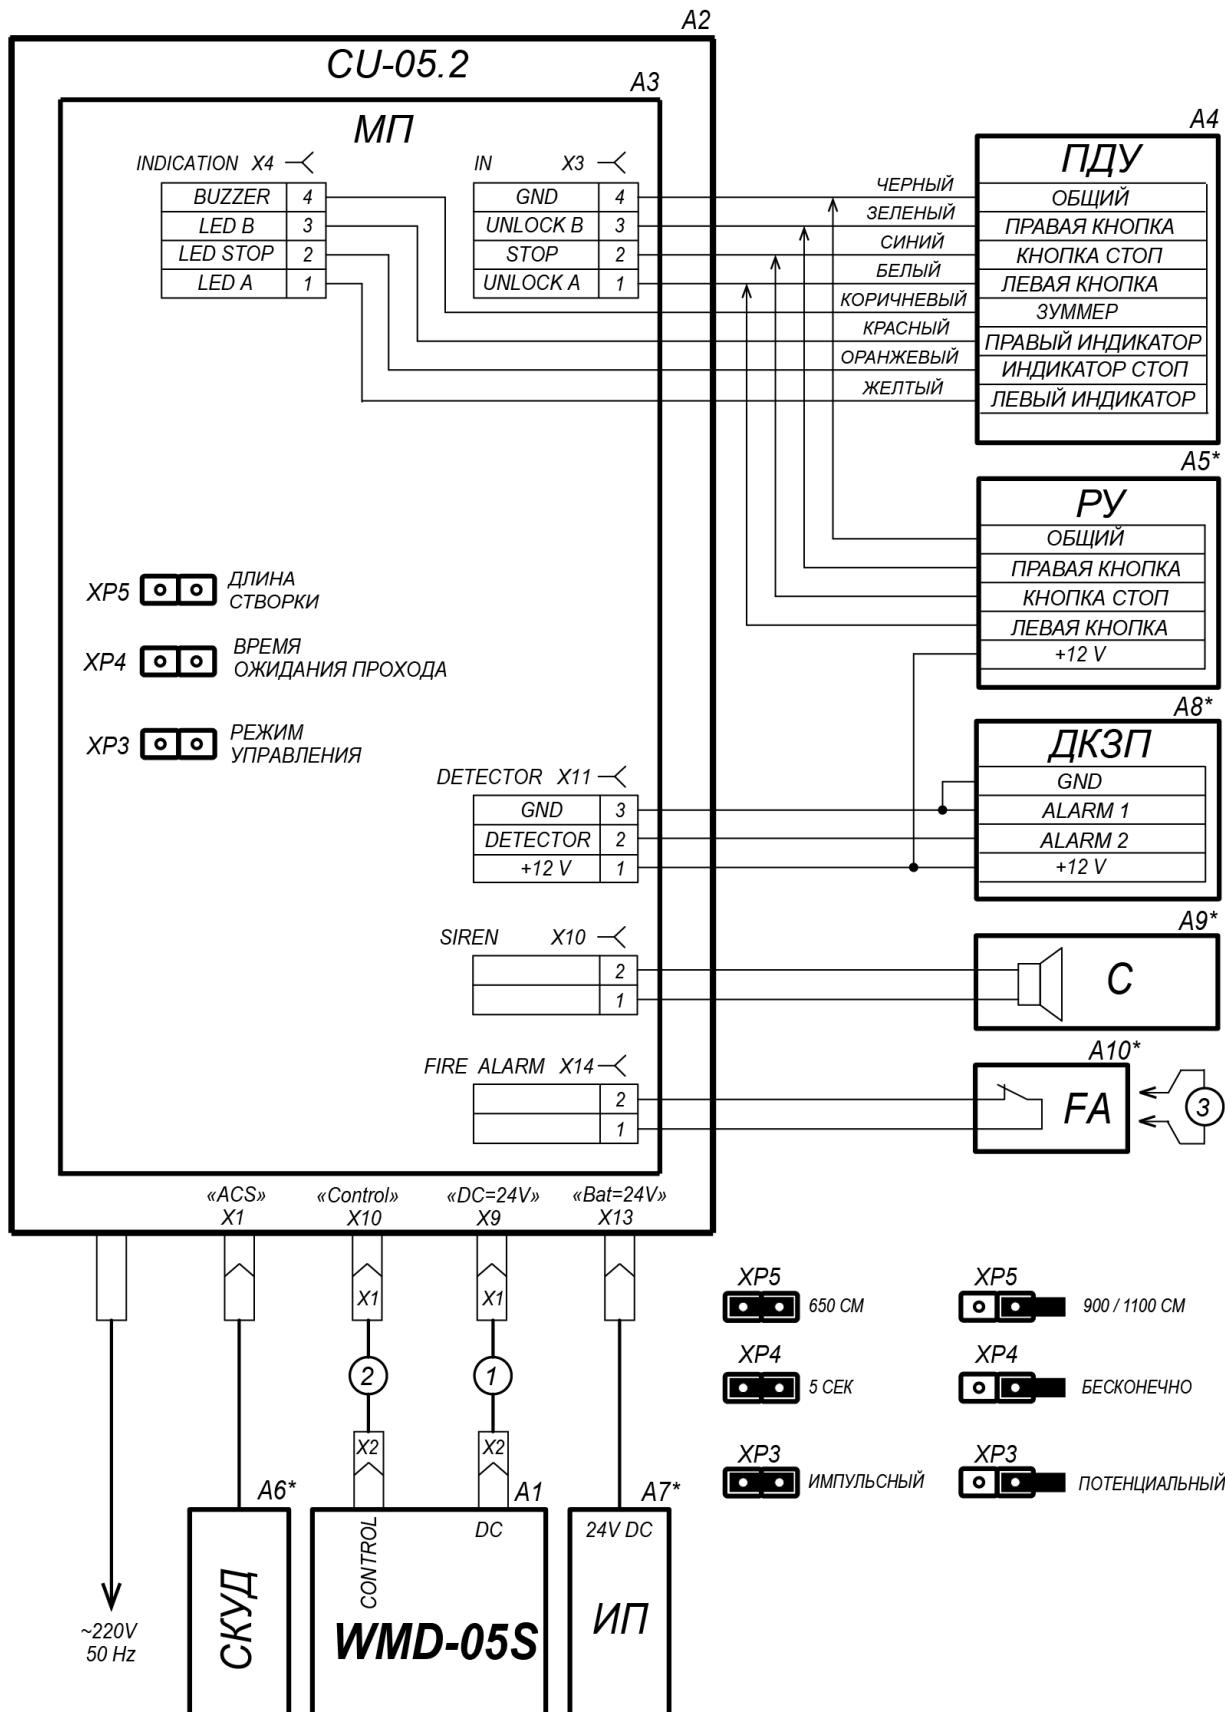

Рисунок 7. Схема подключения калитки¹
- кабель ПДУ протяните через предназначенный для него кабельный ввод внутрь блока управления и подключите к клеммным колодкам **X3** и **X4** модуля процессорного в соответствии с рис. 5 и рис. 7.
12. Подключите устройство, подающее сигнал аварийной разблокировки для чего: протяните кабель через кабельный ввод «ALARM» внутрь блока управления, снимите перемычку с клеммной колодки **X14** модуля процессорного и подключите кабель в соответствии с рис. 5 и рис. 7.